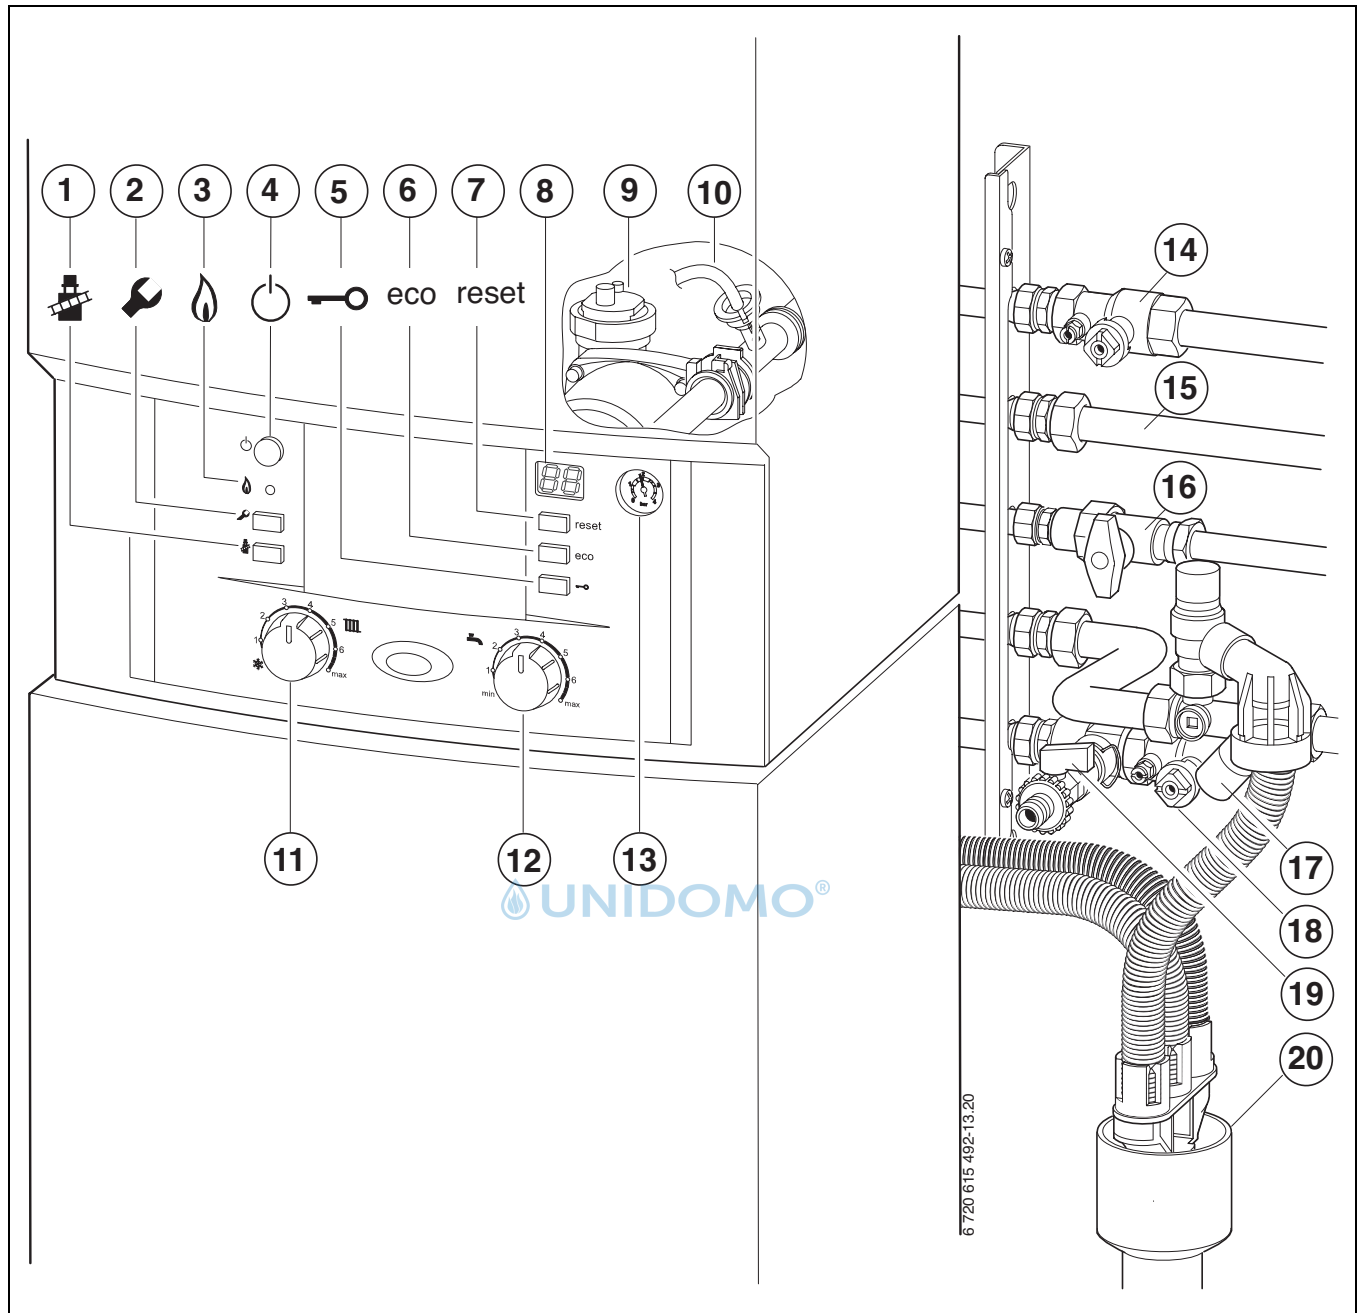

Bild 37
- Heizungsvorlaufhahn und Heizungsrücklaufhahn (→ Bild 37, [14] und [18]) öffnen und Heizungsanlage auf 1 - 2 bar füllen und Füllhahn (extern) schließen.